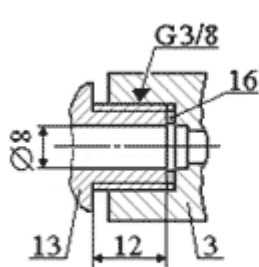
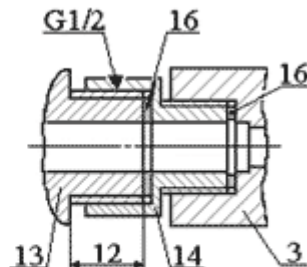

Рис.3
Рис.4
4.1. **Опрессовщик** состоит из насоса 1, который закреплён на полках в верхней части бака 2. К нагнетательной полости насоса 1 подсоединен рукав высокого давления 3. Второй конец рукава высокого давления предназначен для непосредственного подсоединения к испытываемой гидравлической системе через штуцер 13 (рис.3), установленный на входе в гидравлическую систему, если ответная часть штуцера имеет наружный диаметр G3/8", или через переходной ниппель 14 (рис.4), если ответная часть имеет наружный диаметр G1/2".
5.2. Подсоедините рукав 3 к испытываемой гидравлической системе, в которой должен быть установлен штуцер 13 с ответной частью для подсоединения рукава 3 (рис.3) или ниппель 14 (рис.4).